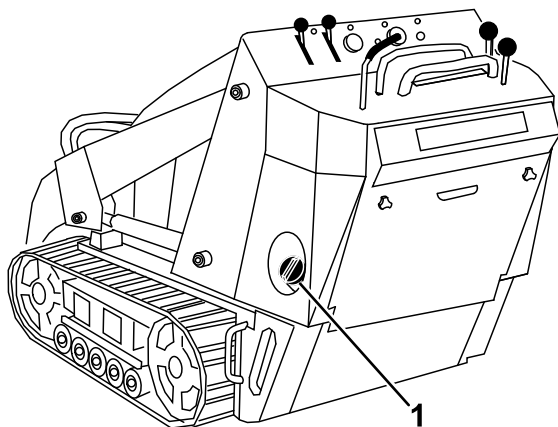

図 14
3. 燃料キャップの周囲をきれいに拭いてキャップを外す 図 14。